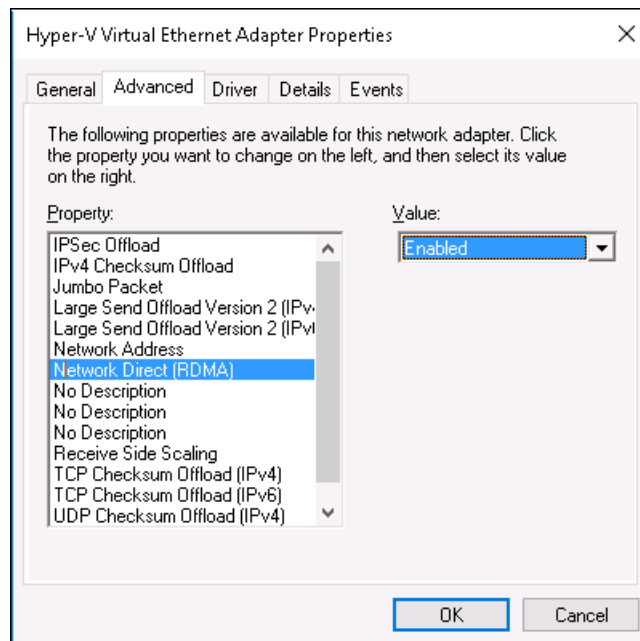

Abbildung 9-2. Eigenschaften für den virtuellen Hyper-V-Ethernet-Adapter
3. Führen Sie auf der Seite „Advanced“ (Erweitert) (Abbildung 9-2) die folgenden Schritte aus: